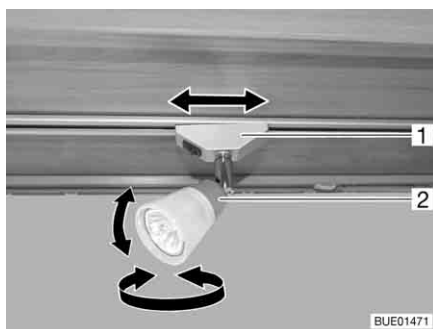

Fig. 66 Faretto
Orientamento: ■ Afferrare l'involucro (Fig. 66,2) e girarlo.
Posizionamento: ■ Afferrare il supporto (Fig. 66,1) e ruotarlo di circa 45°.
- Afferrare il supporto (Fig. 66,1) e ruotarlo di 90°.